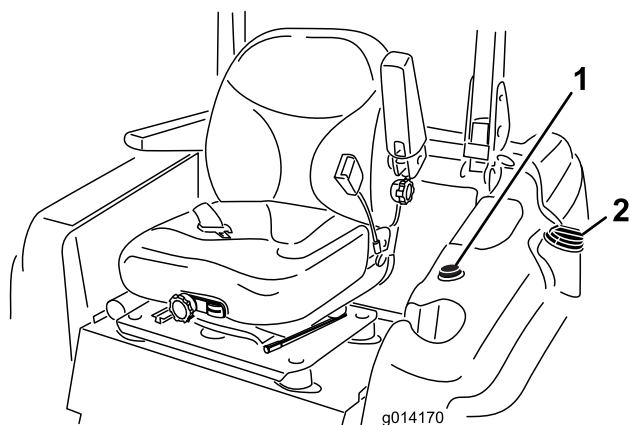

Рисунок 10
3. Очистите область вокруг крышки топливного бака и снимите крышку (Рисунок 10).